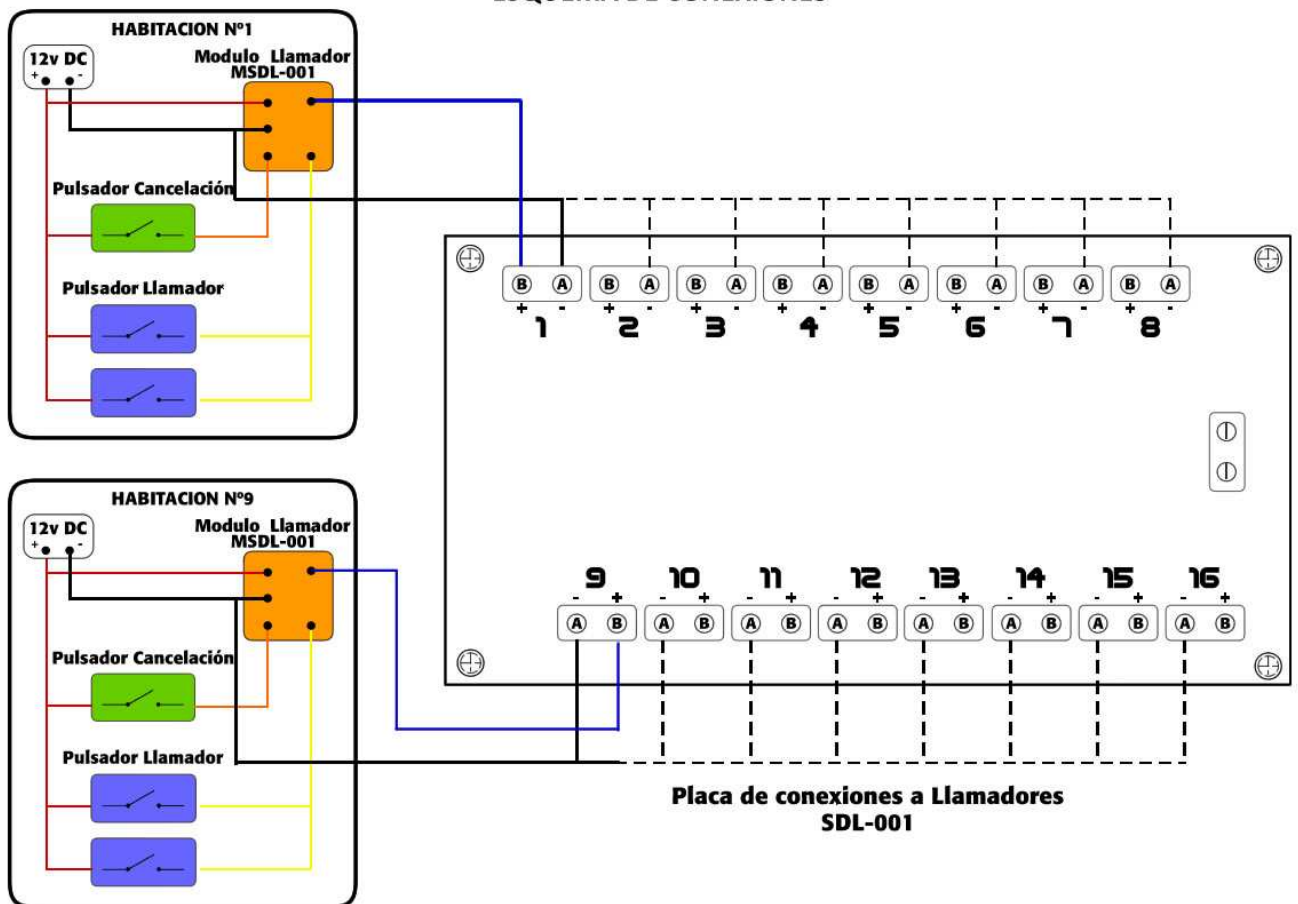

Fig.2
**IMPORTANTE:** Todos los Pulsadores Llamadores de Enfermería deben conectarse en paralelo (ver Fig.2)
3. Conecte un terminal del pulsador Cancelador de Enfermería a la fuente de alimentación de 12 V DC y el otro terminal al cable NARANJA del Modulo Llamador. (ver Fig.2)
8. En la placa de conexiones a llamadores conecte por cada Módulo Llamador el cable AZUL al terminal B y el NEGRO (negativo de la alimentación de 12V DC) al terminal A de cada bornera (Fig. 2).
En caso de utilizar una sola fuente de alimentación de 12V DC puede utilizar un cable común para todas las conexiones a los terminales B del Equipo llamador de Enfermería SDL-001 como detalla la Fig. 2 en línea negra punteada